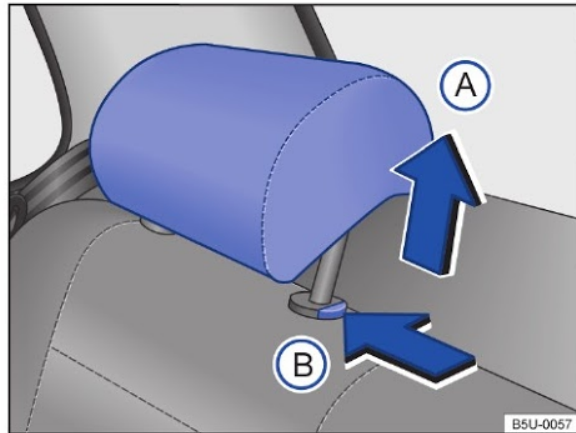

Fig. 60 Apoio para cabeça traseiros: ajustar.
- Empurrar o apoio para cabeça para cima na direção da seta → Fig. 60 (A) ou com a tecla → Fig. 60 (B) pressionada, empurrar para baixo → ⚠ em *Introdução ao tema* na página 72.